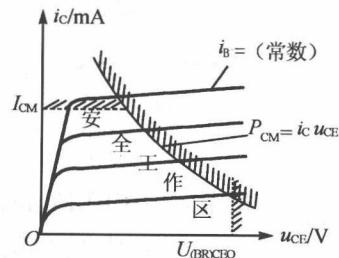

图 15.15
(3) 用其模型代替 D_z , 得等效电路图 15.15(b)。
在使用中均不得超过。否则, 管子或因过热而烧毁, 或因 I_C 太大而使放大能力下降, 或因过电压而被击穿。由 P_{CM} 、 I_{CM} 和 $U_{(BR)CEO}$ 决定的安全工作区域如图 15.15。